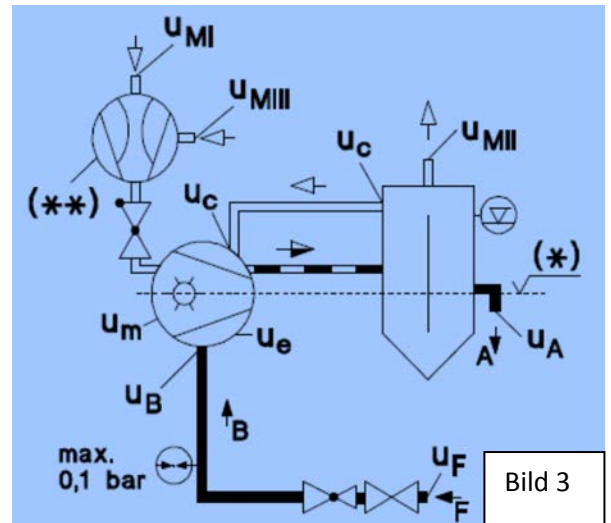

Bild 3
1. Kontinuerlig drivvätska (bild 3)